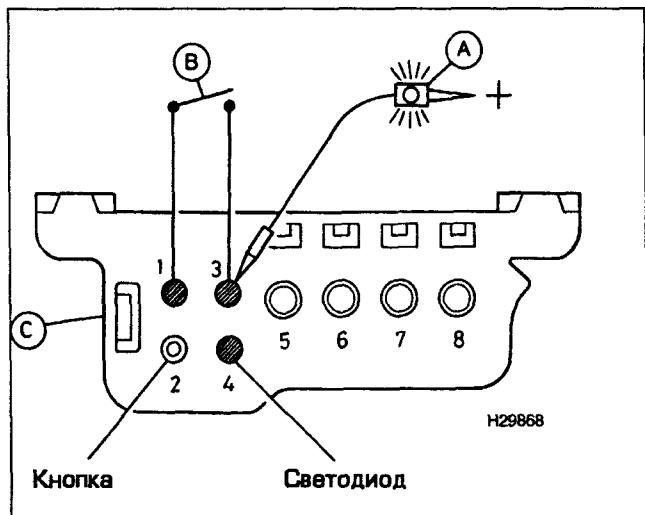

Рис. 22.7. Для считывания кодов неисправностей подключите светодиод (А) и вспомогательный выключатель (В) к 8-штырьковому диагностическому разъему (С)
- 2 Подключите положительный провод цифрового мультиметра к клемме № 3 диагностического 8-штырькового разъема. Отрицательный провод мультиметра подключите к корпусу автомобиля. Включите мультиметр на измерение угла включенного состояния (см. рис. 22.7).
9 Если в разъеме нет кнопки и светодиода, установите между клеммами 1 и 3 разъема вспомогательный выключатель. Подключите светодиод к положительной клемме аккумулятора и клемме 3 разъема (см. рис. 22.7).